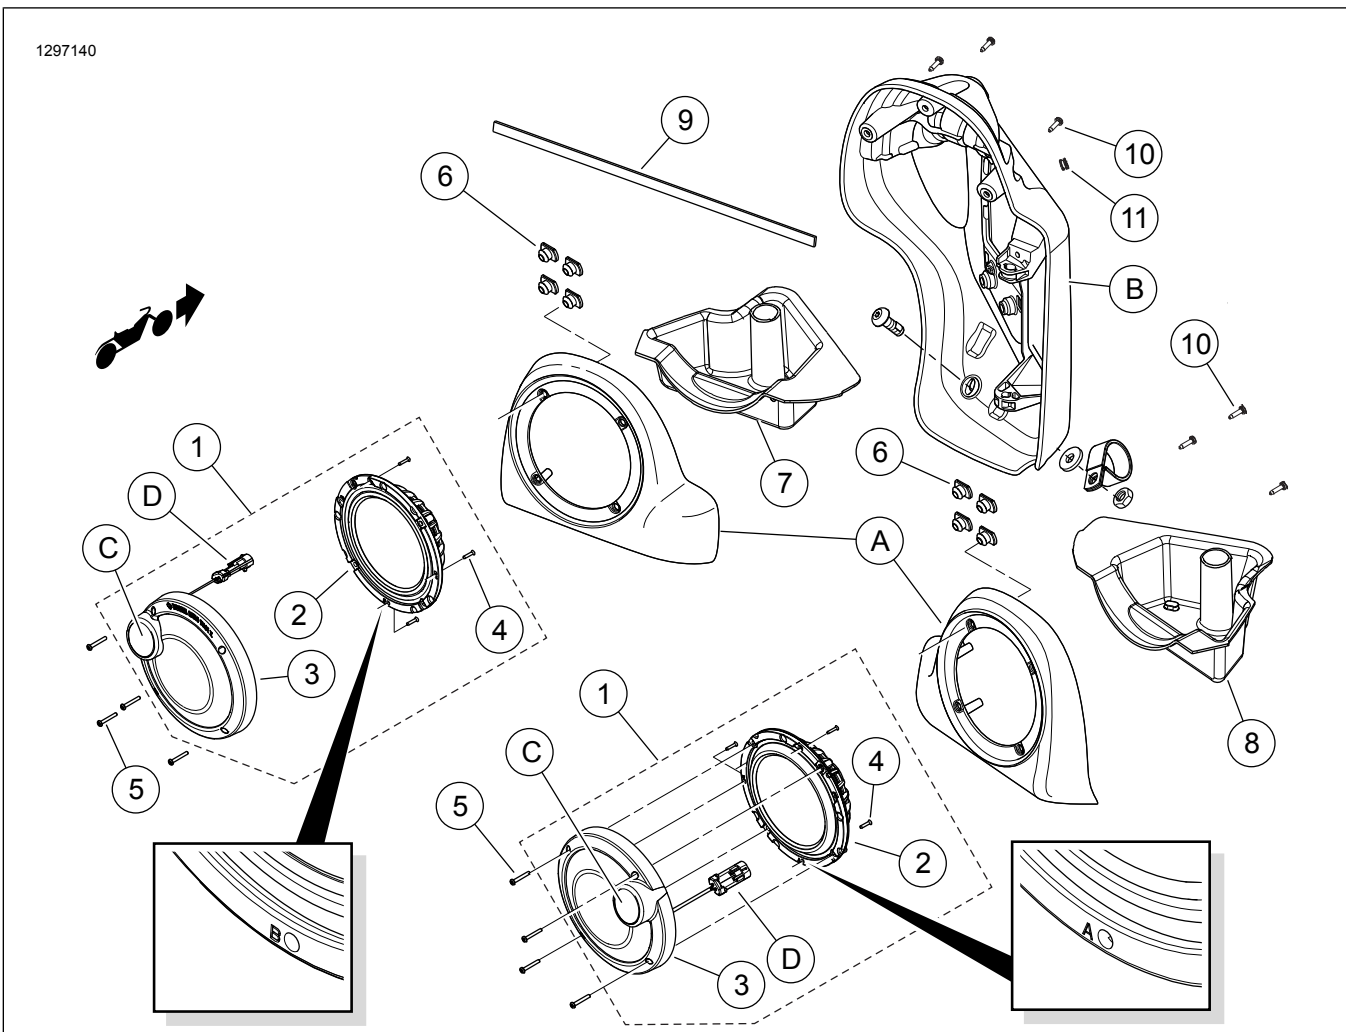

Рисунок 12. Запасные части, комплект динамика Boom! Audio Stage II для установки в нижний обтекатель
18. См. Рисунок 12 . Отделите разрезную прокладку (11). Установите прокладку вокруг ветви жгута. Установите в просверленное отверстие в обтекателе.
22. См. Рисунок 12 . Подсоедините разъемы проводов динамика внутри короба динамика к лепестковым выводам на задней панели **нового** динамика ВЧ. Лепестковые контакты разных размеров помогают избежать неправильной сборки.
23. Подключите 2-контактные аудиоразъемы на жгуте усилителя к разъему среднечастотного и высокочастотного динамика (D).
24. Поверните динамик в сборе (1) так, чтобы перемычка динамика ВЧ (С) была расположена на 45 градусов наружу сверху.
25. Установите динамик в сборе на корпус динамика с помощью четырех винтов (5) из комплекта.